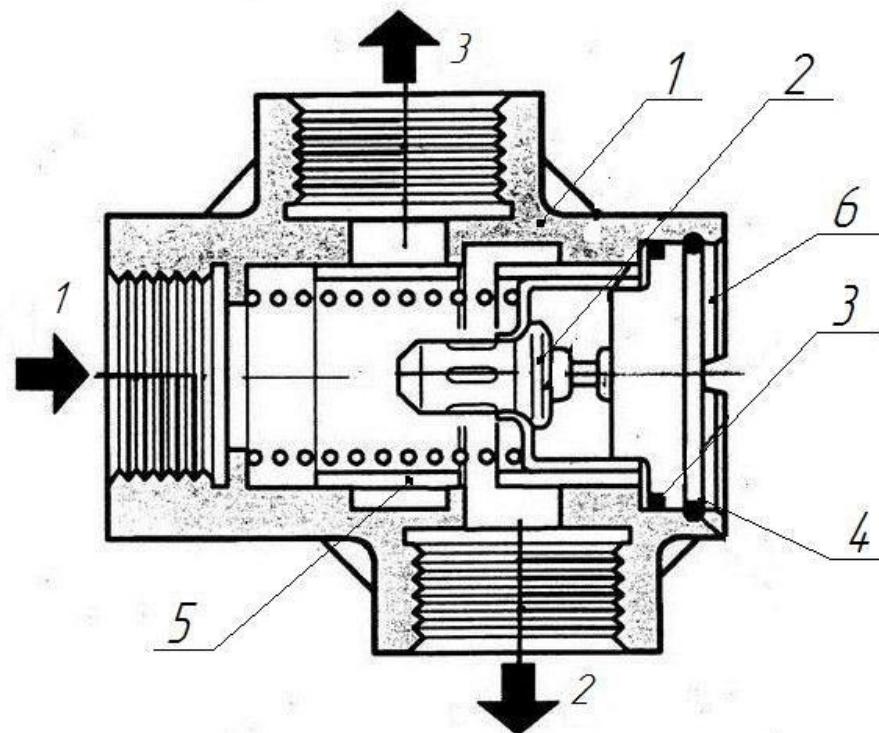

Рисунок 13. Термостат.
4.1.7 Термостат (рис.13) предназначен для поддержания оптимального теплового режима установки.